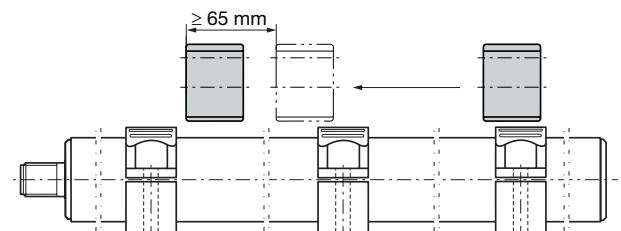

Fig. 4-3 : Distance minimum entre plusieurs capteurs de position
- Lors de l'utilisation de plusieurs capteurs de position, il faut respecter une distance minimum de 65 mm entre chaque capteur (voir fig. 4-3).